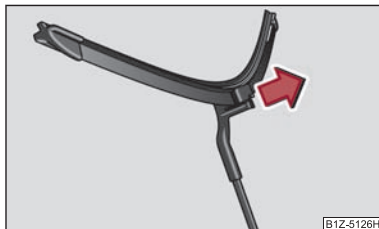

Abb. 51 Wischerblatt für Frontscheibe
- Nehmen Sie das Wischerblatt in Pfeilrichtung ⇒ Abb. 51 ⇒ ⚠ ab.
- Klappen Sie die Scheibenwischerarme an die Scheibe und schalten Sie die Zündung ein. Durch Drücken des Scheibenwischerhebels in die gefederte Position ④ ⇒ Abb. 51 oder bei der Fahrt mit einer Geschwindigkeit größer als 4 km/h gehen die Scheibenwischerarme in die Ruhestellung zurück.